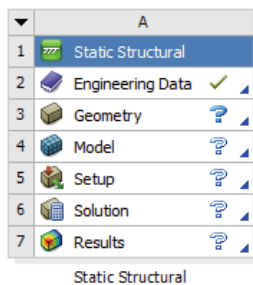

图 17-2 分析项目
2) 双击主界面 Toolbox 中的 Analysis System > Static Structural 选项，即可在项目管理区创建分析项目 A，如图 17-2 所示。